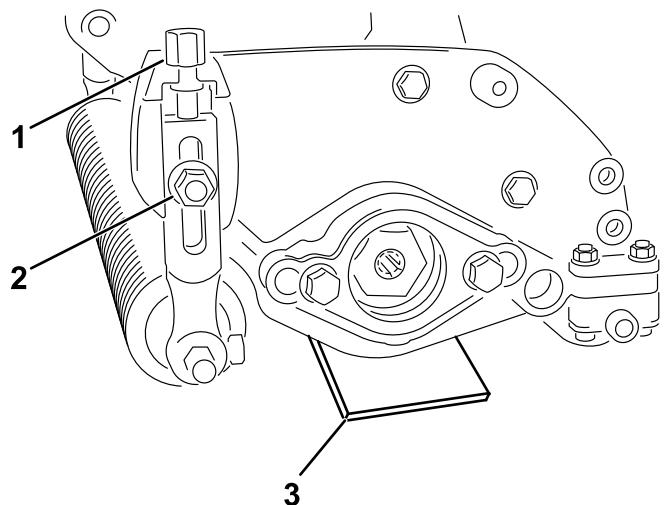

图 8
2. 在切根滚刀组的两端各放置一把厚度为刀片离地所需高度的调刀尺 图 8。
3. 让后滚筒接触水平地面同时旋松两个凸缘螺母 图 8。
4. 旋转剪草高度调节螺栓直至切根机的两端都靠近水平地面 图 8。